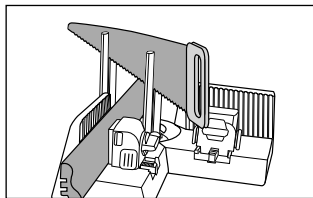

Rys. 8
- ◆ Umieść element drewniany pomiędzy szczęką mocującą **3** a zaciskiem mocującym **2**. Zwróć uwagę na to, aby drewniany element prowadzony był wzdłuż prętów prowadzących **7** (patrz rys. 8).
- ◆ Przytrzymaj wciśnięte przyciski zwalniające **4** i przesunąć zacisk mocujący **2** w kierunku drewnianego elementu. Puść przyciski zwalniające **4**, gdy drewniany element zostanie zamocowany (patrz rys. 8).
- ◆ Obróć pokrętko ustalające **5** w prawo, aby zamocować drewniany element (patrz rys. 8).